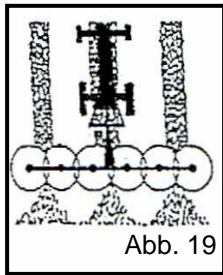

Abb. 19
- Abb. 19 : Zetten von Mähschwaden